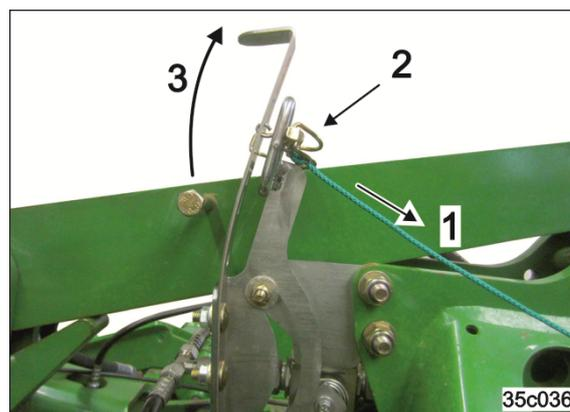

Fig. 141
1. Actionner le câble de traction blanc et tirer l'anneau de câble au travers de la coulisse (Fig. 141/1).
2. Bloquer l'anneau de câble avec la goupille Beta (Fig. 141/2).
3. Le crochet d'actionnement est bloqué dans la position la plus en avant et n'est pas en prise dans la vis d'actionnement (Fig. 141/3).